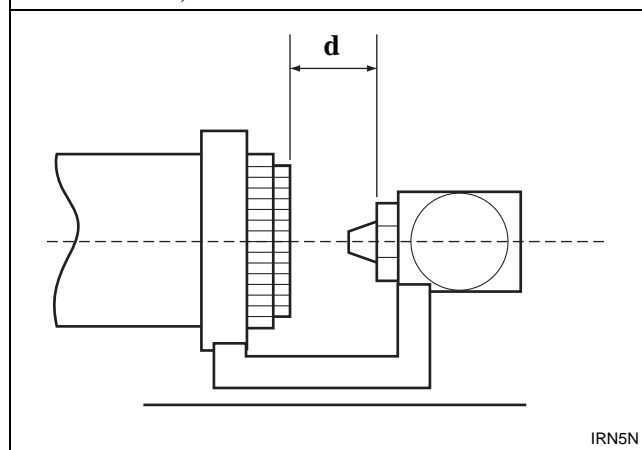

Figura 10
1. Consulte *Tabela 5*, *Tabela 6* e *Figura 10* para determinar o ajuste e vazão/fluxo.